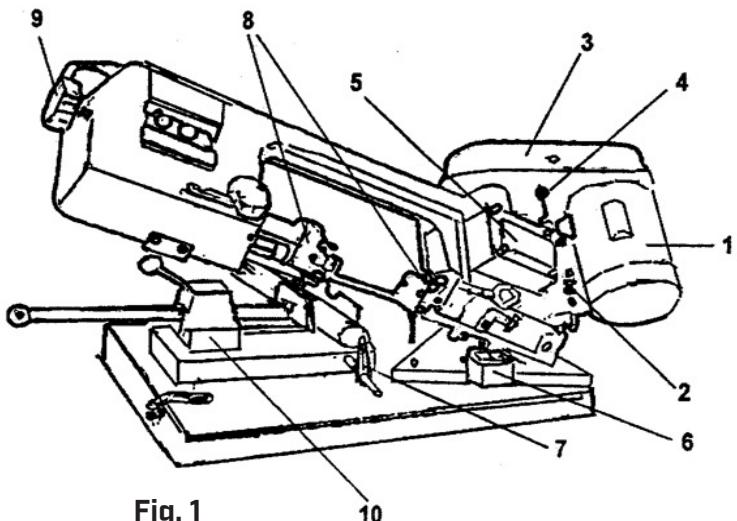

Fig. 1
Remafskærmningen (fig. 1, pkt. 3) sidder over to aksler, den ene fra motoren, (fig. 1, pkt. 1), den anden fra gearkassen (fig. 1, pkt. 5), som driver savklingen. Gearkassen forløber gennem en cirkulær plade (stykliste nr. 72) fastgjort med tre skruer. Det er nødvendigt at fjerne de øverste skruer før montering af remafskærmningen. Herefter sænkes remafskærmningen over akslerne, så det aflange hul er placeret over motorakslen.
Af sikkerhedsmæssige årsager er der en mikroafbryder, der automatisk afbryder strømforsyningen, hvilket forhindrer maskinen i at starte, når rembeskyttelsesdækslet åbnes. Mikroafbryderen er monteret på indersiden af remafskærmningen mellem de to skiver. Den elektriske forbindelse skal etableres nu. For at gøre dette er det først nødvendigt at fjerne mikroafbryderen fra sin plads ved at løsne de to monteringsskruer. Et kabel, hvoraf to ledninger er forsynet med trykknapper, skubbes ind på hovedhuset under remafskærmningen (på motorsiden). Ledningerne føres gennem hullet og muffen, der findes i remafskærmningen, under mikroafbryderen (fig. 1, punkt 4).
Et arbejdsstrop (fig. 1, pkt. 7) medfølger, og dette bruges til at tillade emner af samme længde at skæres uden at skulle måle hvert stykke individuelt. Det består af to dele, arbejdsstroppet og monteringsstangen. Skub stangen ind i hullet i kanten af ambolten, og fastgør med den medfølgende trykskrue. Monter arbejdsstroppet på stangen med den flade del mod savklingen, og fastgør det midlertidigt med den medfølgende trykskrue; pas på ikke at skubbe det for langt ind, da det kan forstyrre savklingen, når den sænkes.
2. Tryk let på klingen med venstre hånd, så klingens bagside rører knivhjulets flange, og juster med hjulet til klingespændingen (fig. 1, punkt 9) med højre hånd, indtil klingen ikke glider.
Hæv savhovedet til lodret position. Løsn justeringshjulet til klingespændingen (fig. 1, punkt 9) nok til at tillade savklingen at glide af hjulene. Monter den nye klinge som følger:
2. Åbn hurtiglåsen i ambolten (fig. 1, punkt 10), og anbring emnet i den. Hvis emnet er langt, skal du støtte enden.